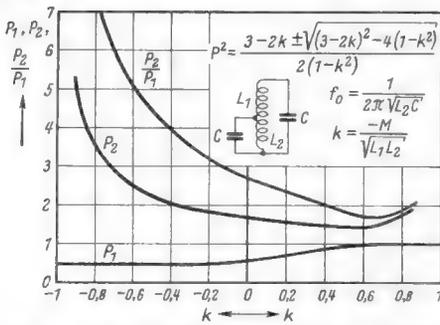
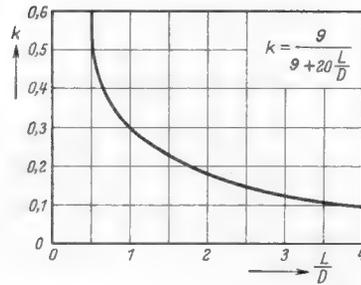

Bild 5. Die Faktoren P_1 , P_2 und P_2/P_1 in Abhängigkeit vom Kopplungsfaktor k bei gleichen C- und L-Werten
Bild 6. Der Kopplungsfaktor einlagiger Zylinderspulen in Abhängigkeit vom Verhältnis Länge zu Durchmesser
Kopplungsfaktors k . Es gibt also wieder zwei „Bänder“ $P_{1f_{01}}$ bis $P_{1f_{02}}$ sowie $P_{2f_{01}}$ bis $P_{2f_{02}}$. In Bild 5 sind P_1 , P_2 und P_2/P_1 in Abhängigkeit von k dargestellt. Bei der angezapften Spule ist k negativ.
wenn $L =$ Länge und $D =$ Durchmesser der Spule (in gleichen Maßeinheiten) sind. Die Formel gibt gute Werte, solange L/D nicht kleiner als 0,8 ist. In Bild 6 ist Formel (6) grafisch dargestellt. Bei praktisch ausführbaren Spulen liegt k zwischen 0,2 und 0,4.
Die Berechnung des Kreises erfolgt im Prinzip wie bereits beschrieben. Bekannt sind wieder f_{rn} und f_{rh} sowie C_{max} . Für die Wahl von $P_{1,2}$ sind die gleichen Gesichtspunkte wie bei $K_{1,2}$ maßgebend, d. h. P_2 darf kein Vielfaches von P_1 sein. $P_{1,2}$ müssen so gewählt werden, daß sich brauchbare Werte von k ergeben. Das ist z. B. der Fall für $P_2/P_1 = 3,5$. Dann ist $k = 0,3$ und nach Bild 6 wird $L/D = 1,05$. Das Kapazitätsverhältnis errechnet sich wieder aus (4), wobei für $K_{1,2}$ die aus Bild 5 abgelesenen Werte von P_1 und P_2 eingesetzt werden. Die halbe Spule L_2 wird ebenfalls wie oben berechnet.
Beispiel: Es sei wieder $f_{rn} = 3,4$ MHz, $f_{rh} = 30$ MHz, $C_{max} = 150$ pF und $P_2/P_1 = 3,5$. Aus Bild 5 und 6 wird abgelesen: $P_1 = 0,55$, $P_2 = 1,92$, $k = 0,3$ und $L/D = 1,5$. Dann ist